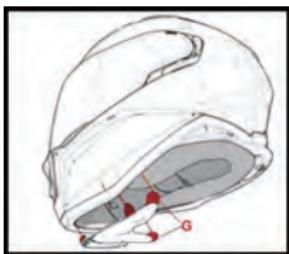

Fig.11
- 8.1 Montaje: insertar y enganchar la lengüeta de plástico G entre los mentones y la carcasa como se indica en la Fig 11